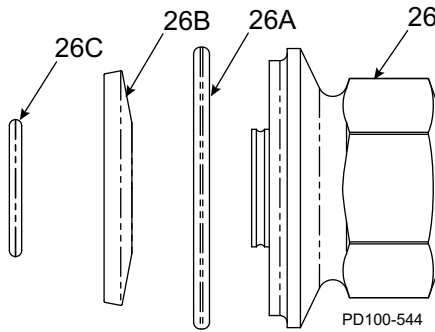
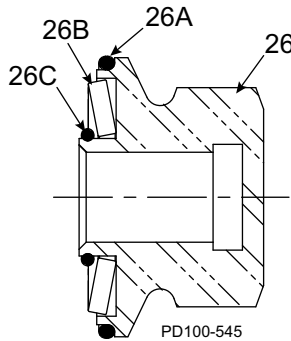

Abbildung 45 - Rotormutterbaugruppe
Abbildung 46 - Querschnittsansicht der Rotormutterbaugruppe, wie montiert
**HINWEIS:** Einzelheiten zur Montage der Rotormutter, einschließlich der Ausrichtung der Belleville-Unterlegscheibe (Pos. 26B), siehe Abbildung 45 und Abbildung 46 auf Seite 50.
Siehe Abbildung 44 auf Seite 49 sowie Abbildung 45 und Abbildung 46 auf dieser Seite.